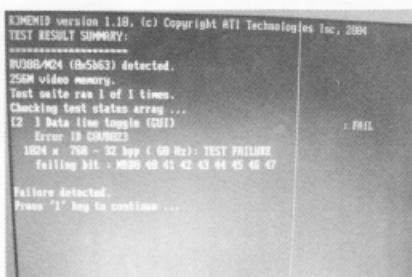

图 5-88 测试 FAIL
(5) 这个版本是 R3 1.10 版本。测试完后, 显示错误的数据位为 B 通道 40~47, 如图 5-88 所示。